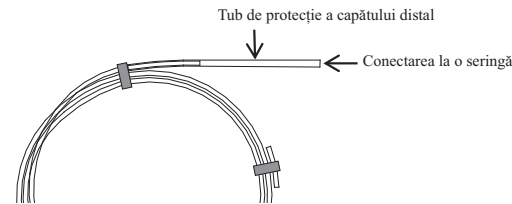

Figura 1
- Pentru suportul cu tubul de protecție a capătului distal (consultați Modul de utilizare, Figura 1), nu îndepărtați sau introduceți tubul de protecție a capătului distal în timp ce firul de ghidaj este găzduit în suport.
- Pentru suportul cu tubul de protecție a capătului distal (consultați Modul de utilizare, Figura 1), îndepărtați tubul de protecție a capătului distal înainte de a găzdui din nou firul de ghidaj în suport.